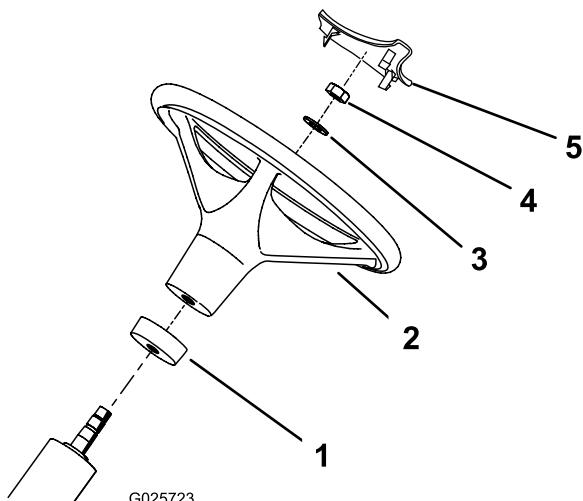

Figura 2
2. Deslice el collar de gomaespuma (empezando por el extremo más pequeño) sobre la columna de dirección (Figura 2).
3. Deslice el volante sobre la columna de dirección (Figura 2).
4. Fije el volante a la columna de dirección con una arandela y una contratuerca (Figura 2). Apriete la contratuerca a 27–35 N·m.
5. Instale la tapa del volante en el volante (Figura 2).